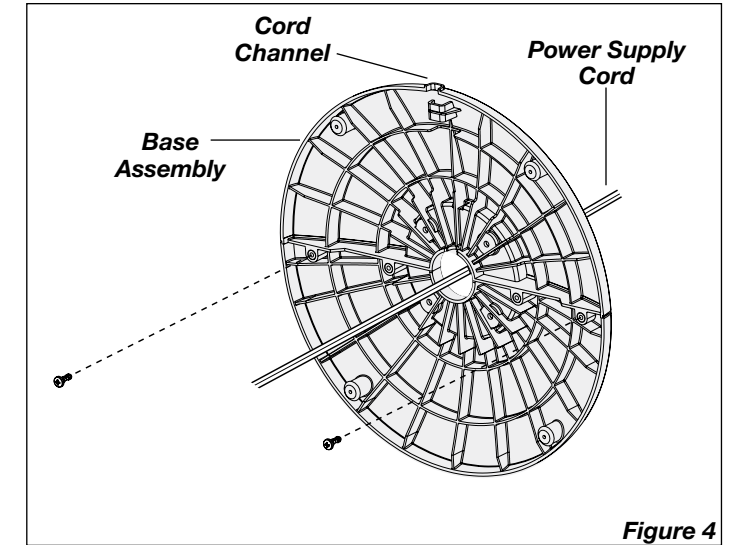

Figure 4
4. Secure the Base halves with (2) M4 X 13mm Screws. Thread the **Power Supply Cord** through the large hole in the **Base Assembly**. **NOTE:** The **Cord Channel** on the bottom of the Base should be towards the back of the Heater. (Figure 4)
4. Fije las mitades de la base con (2) tornillos M4 X 13 mm. Pase el **Cable Eléctrico** por el gran orificio que se encuentra del **Conjunto de la Base**. **NOTA:** El **Canal Para Cable** en la parte inferior de la base debe estar hacia la parte posterior del Calefactor. (Figure 4)